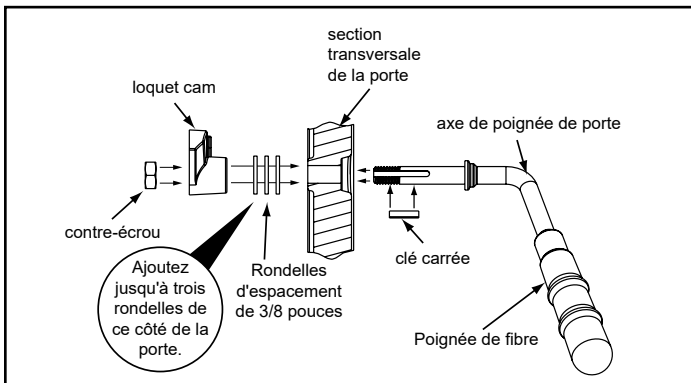

Figure 27.2
1. Faites glisser l'arbre de la poignée de porte à travers le trou de la porte (**Figure 27.2**).